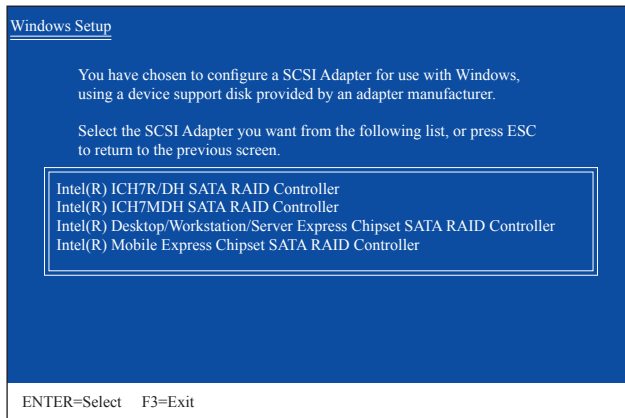

図 1
SATA RAID/AHCIドライバを含むフロッピーディスクを挿入し、<Enter>を押します。次に、以下の図1のようなコントローラメニューが表示されます。上または下矢印キーを使用して**Intel(R) Desktop/Workstation/Server Express Chipset SATA RAID Controller**を選択し、<Enter>を押します。AHCIモードの場合、キーボードの矢印キーを使用して**Intel(R) Desktop/Workstation/Server Express Chipset SATA AHCI Controller**アイテムにスクロールし<Enter>を押します。